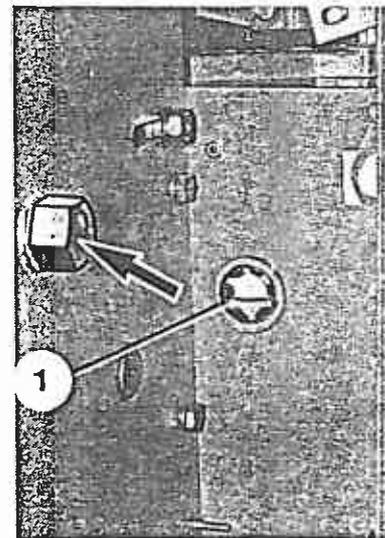

Bild 51
1. Ölstand prüfen; er muß sich in der Mitte des Schauglases (Bild 51/1) befinden.
2. Zum Nachfüllen Einfüllschraube (Bild 51/Pfeil) herausschrauben und Öl bis zur Mitte des Schauglases ergänzen.